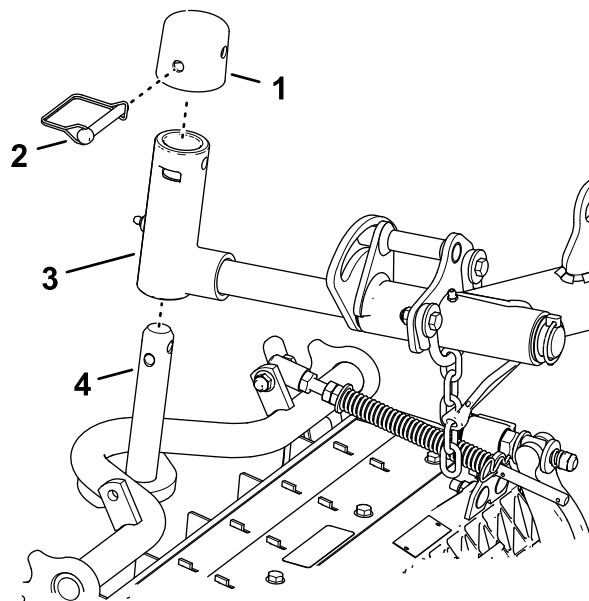

Figura 24
1. Glisai o unitate de tăiere sub braul de ridicare (Figura 24).
Blocarea pivotului unităii de tăiere pentru tăierea ierbii în rampă- Blocai pivonii unităii de tăiere pentru a preveni rotirea unităilor de tăiere în pantă, atunci când tăiai iarba într-o zonă deluroasă. Folosii orificiul de pe axul pivot al braului de ridicare (Figura 24), pentru a bloca unitatea de tăiere. Folosii fanta pentru o unitate de tăiere cu sistem de direcție.